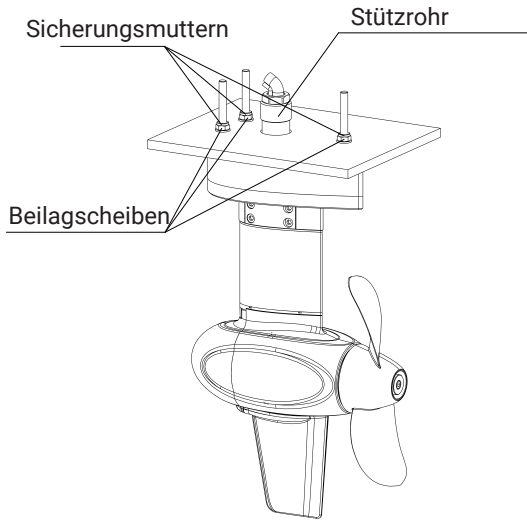

Abbildung 3-4
**Schritt 2:** Halten Sie den Pod-Motor fest und setzen Sie die drei Bolzen (M8 für die Pod Drive 1.0 & 3.0, M10 für den Pod Drive 6.0) und das Stützrohr von der Unterseite des Rumpfes in die Löcher ein. Sichern Sie dann alle Bolzen vom Bootsinneren her mit jeweils einer Beilagscheibe und einer Mutter (Abbildung 3-4).